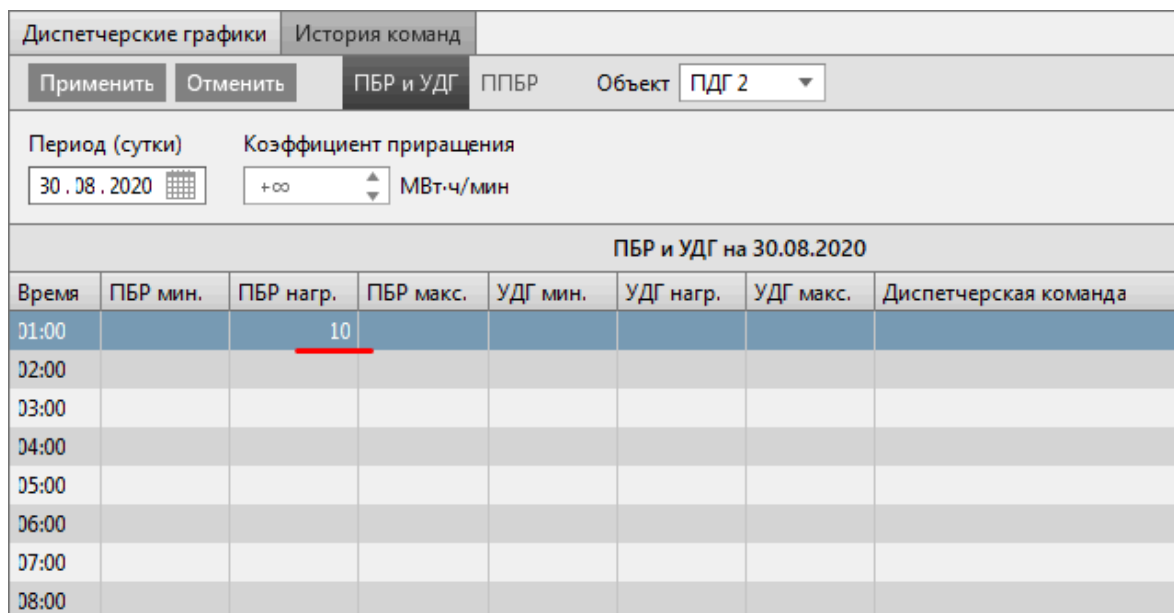

Рисунок 157 - Заполнение ПБР
3. Заполните значение колонки **ПБР нагр.** в первой строке (Рисунок 157).